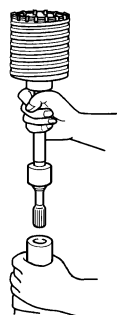
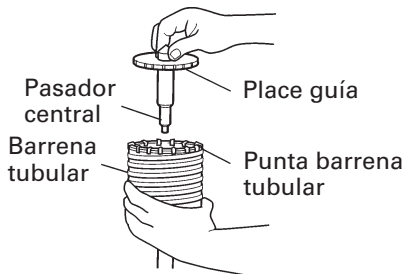

Fig. 14
Fig. 15
- (2) Montar la espiga de la barrena tubular en el martillo perforador. (Fig. 14)
- (3) Insertar el pasador central en la placa guía hasta que se pare.
- (4) Unir la placa guía con la barrena tubular y girar la placa guía hacia la izquierda o hacia la derecha de forma que no se caiga a pesar de estar indicando hacia abajo. (Fig. 15)